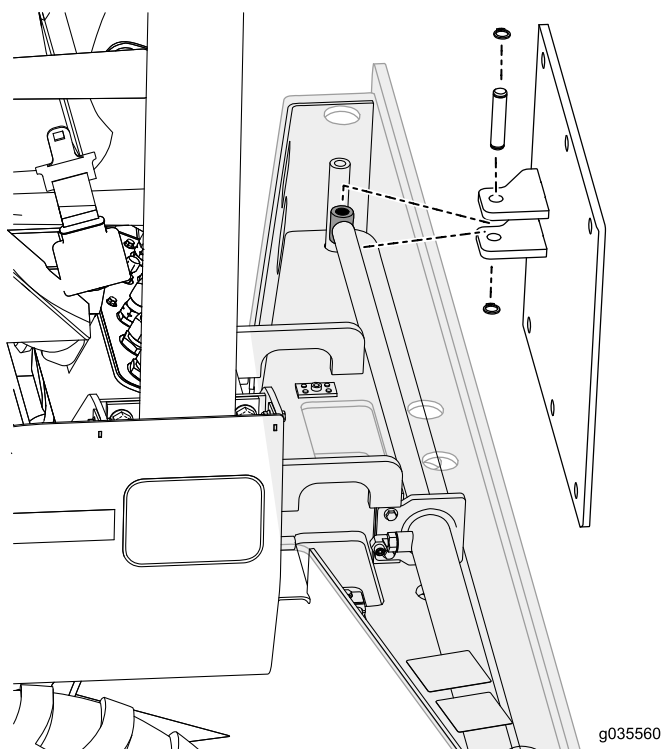

Figura 3
6. Fixe a placa de suporte do acessório de deslocamento no cilindro com o pino e 2 anéis retentores, conforme mostrado na Figura 3.